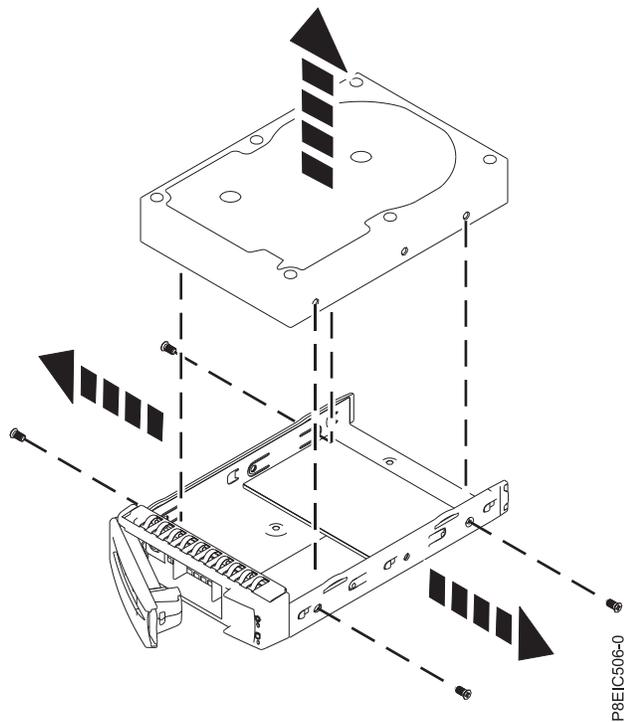

Figura 57. Removendo a unidade de 3,5 polegadas da bandeja
- Para uma unidade de 3,5 polegadas, solte a unidade das laterais da bandeja removendo os quatro parafusos (2 de cada lado), conforme mostrado na Figura 57 na página 90.